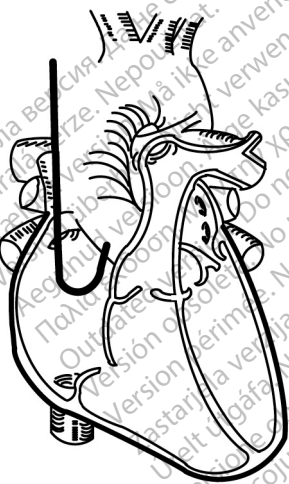

Figura 9. Colocación auricular
4. Tire suavemente del conjunto formado por el cable y el estilete en el punto de entrada venoso para cerciorarse de que la punta del cable y el endocardio se estén tocando. Una posición satisfactoria será aquella en la que la punta del cable esté colocada contra el endocardio en la aurícula (Figura 9 Colocación auricular en la página 21).